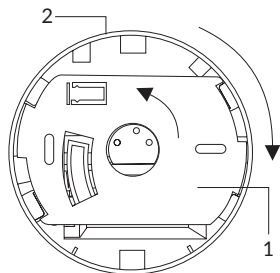

Fig. 2
- 6.1.** Separare la base di montaggio (fig. 2, posizione 1) dal corpo del dispositivo (fig. 2, posizione 2) ruotandola in senso antiorario.